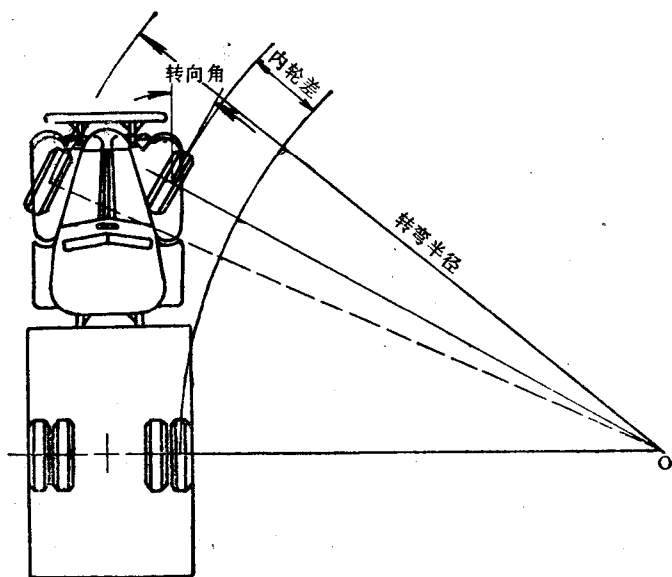

图9 最小转弯半径和内轮差
3. 转弯半径——最小转弯半径 汽车转弯时，外前轮行驶的圆弧轨迹的最小圆弧半径即为最小转弯半径。解放牌汽车最小转弯半径为 9.2 米，东风EQ140型汽车不超过 8 米。如图 9。转弯半径的大小与下列因素有关：轴距越大，转弯半径也越大，汽车转弯困难；反之，转弯灵活。转向角越大，转弯半径越小，汽车转弯灵活；反之，转弯困难。